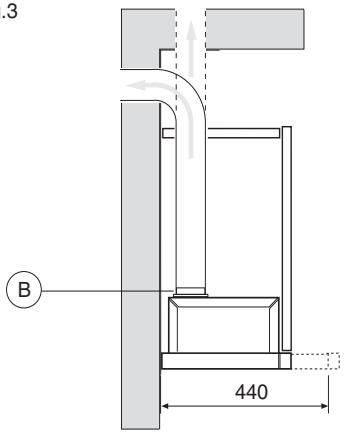
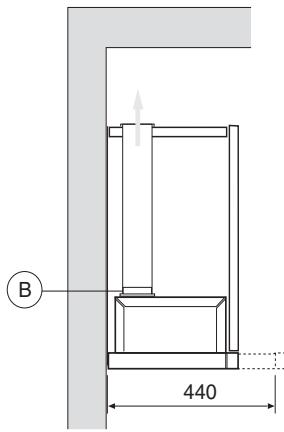
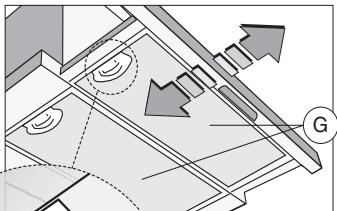

Fig.4
Fig.5
Fig.6
- La distanza minima fra la superficie di supporto dei recipienti di cottura sul dispositivo di cottura e la parte più bassa della cappa da cucina deve essere di almeno 65 cm. Se dovesse essere usato un tubo di connessione composto di due o più parti, la parte superiore deve essere all'esterno di quella inferiore. Non collegare lo scarico della cappa ad un condotto in cui circoli aria calda o utilizzato per evacuare fumi degli apparecchi alimentati da un'energia diversa da quella elettrica. Prima di procedere alle operazioni di montaggio, per una più facile manovrabilità dell'apparecchio disinserire i filtro/i antigrasso (Fig.5).
I filtri devono essere applicati al gruppo aspirante posto all'interno della cappa centrando ad esso e ruotandoli di 90 gradi fino allo scatto d'arresto (fig.6). Per effettuare questa operazione rimuovere i pannelli **G** (fig.5). L'aria viene rimessa nell'ambiente attraverso un tubo di connessione passante attraverso il mobile e collegato all'anello di raccordo **B** (fig.4).